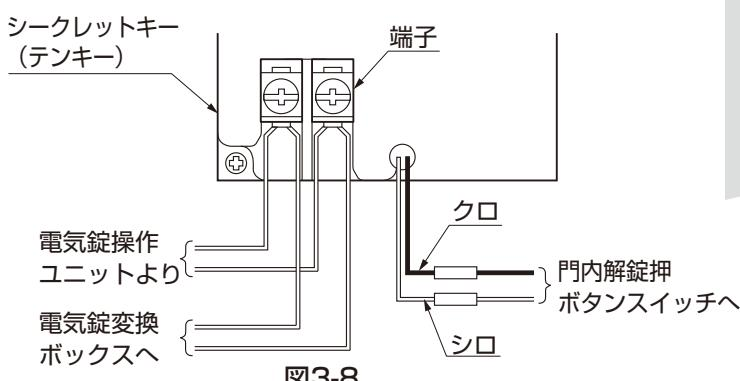

図3-8
⑤電気錠操作ユニットからの配線と、電気錠変換ボックスへの配線を端子に結線してください。(図3-8参照)
⑥門内解錠押ボタンスイッチを使用する場合は、口出し線(シロ、クロ)に門内解錠押ボタン用の配線を結線してください。(図3-8参照)